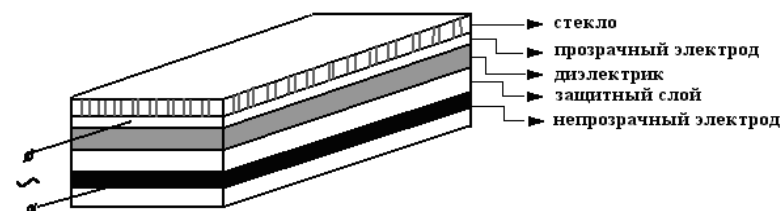

Рисунок 2.14 - Конструкция ЭЛИ
**Конструкция:** представляют собой плоский конденсатор (рисунок 2.14), у которого одна обкладка выполнена в виде стеклянной пластины (или пленки) с нанесенным на нее прозрачным электродом, а другая – в виде непрозрачного электрода. Прозрачный электрод выполняют методом напыления окиси свинца (*Pb*).